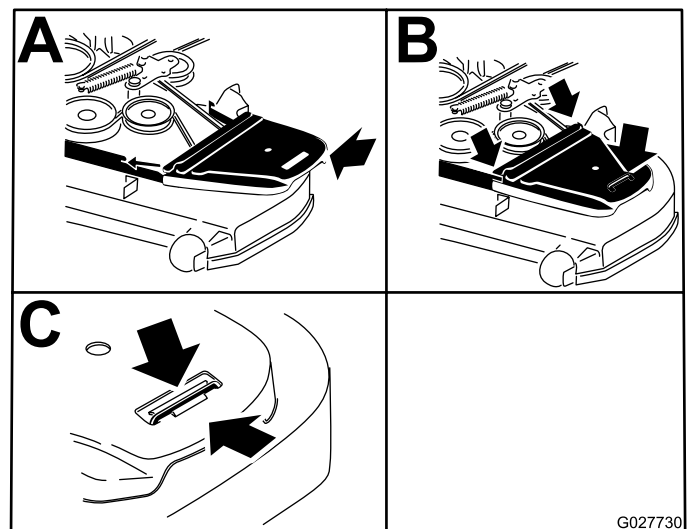

Figura 99
9. Asegúrese de que la pestaña de la guía de la correa entra en contacto con el buje pivotante (Figura 99).
12. Instale las cubiertas de la correa (Figura 99).